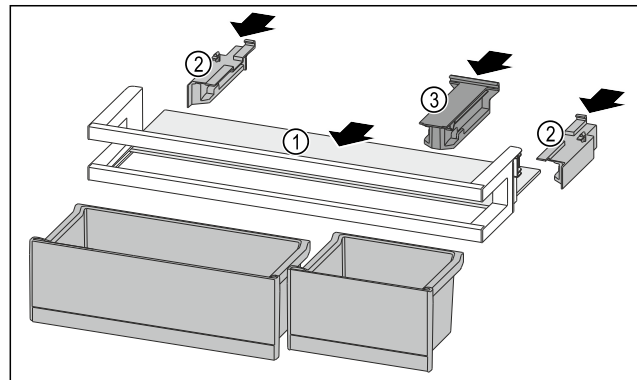

Fig. 91
- Inserire il ripiano Fig. 91 (1) negli incavi laterali.
- Inserire gli elementi laterali Fig. 91 (2).
- Inserire l'elemento di tenuta Fig. 91 (3).